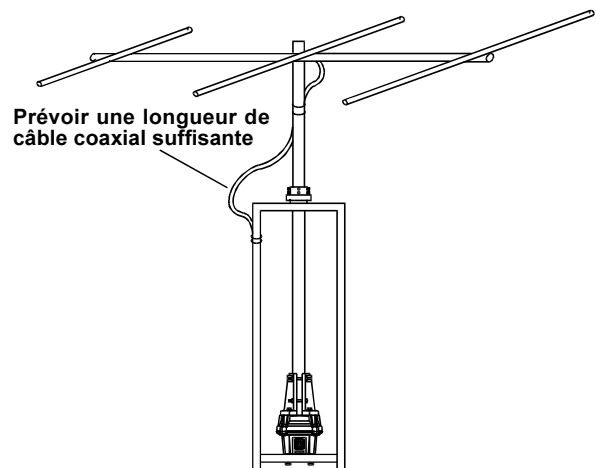

Figure 16
11. Prévoir une longueur de câble coaxial suffisante pour qu'une rotation de 450° puisse être effectuée sans gêne (voir Figure 16). Enfin fixer le câble coaxial à plusieurs endroits sur le pylône en prenant garde au coulisement éventuel du pylône